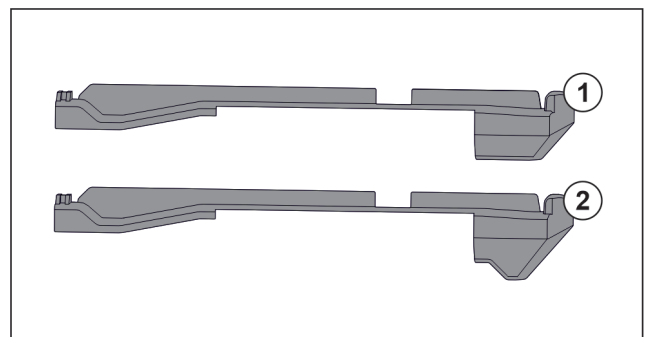

Fig. 83 Sammenligning af påsætningsdelene
I apparatet er der to forskellige påsætningsdele. Påsætningsdelen over den nederste skuffe Fig. 83 (2) har en trekantet kant. Alle andre påsætningsdele Fig. 83 (1) har en lige kant.
- ▶ Anbring påsætningsdelen Fig. 83 (2) med den trekantede kant over den nederste skuffe.
- ▶ Anbring påsætningsdelen Fig. 83 (1) med den lige kant på alle andre steder.